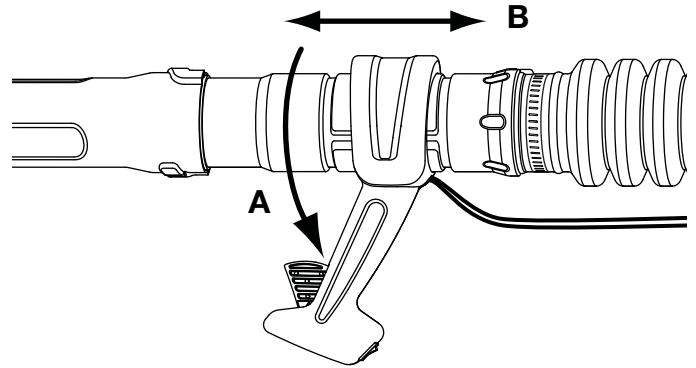

Fig. 7
- Haga girar el mango de control del regulador en el sentido contrario a las agujas del reloj alrededor del tubo de la sopladora hasta que apunte directamente hacia abajo (Fig. 7, A).
- Tire del mango de control del regulador o empújelo a lo largo del tubo de la manija hasta que quede a una distancia cómoda de la sopladora de mochila (Fig. 7, B).